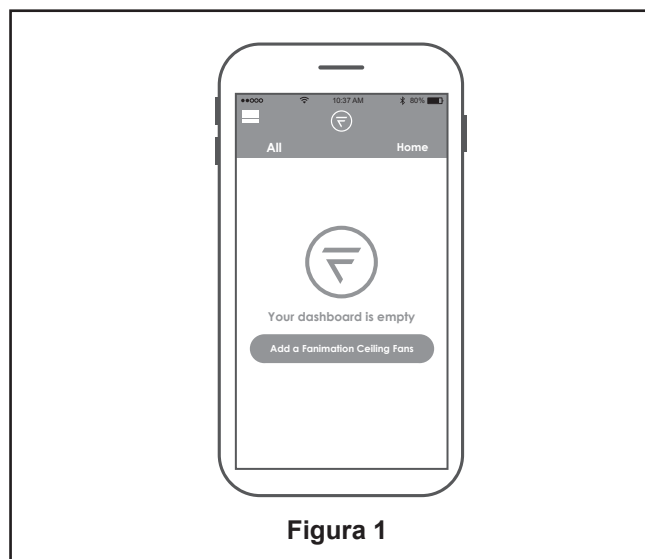

Figura 1
- ☐ 1. Visite el App Store de Apple o el Play Store de Google para descargarse la App gratuita fanSync Wifi. Cree su cuenta Fanimation fanSync. (Figura 1)
- ☐ 1. Instalación de la placa de la pared: (Figura 1)